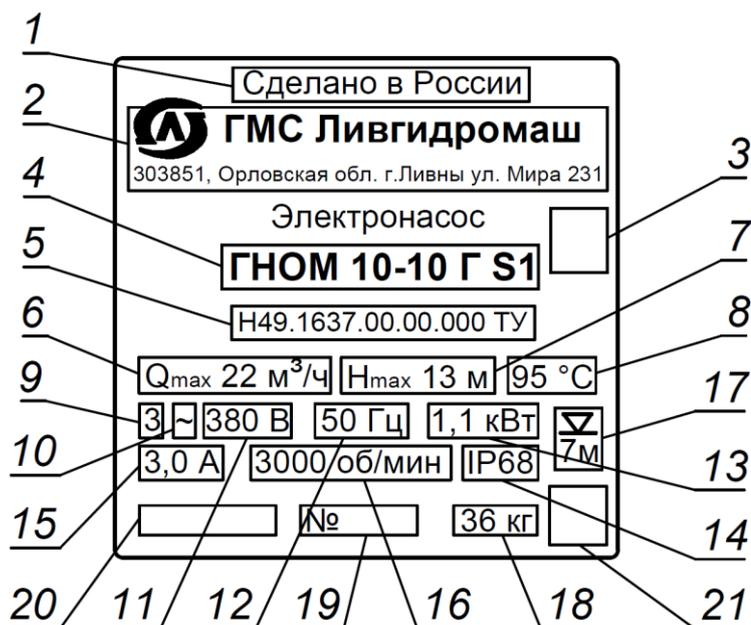

Рисунок 4 - Заводская табличка.
1.5.1 Идентификация электронасоса и технические характеристики указаны на заводской табличке (рисунок 4)